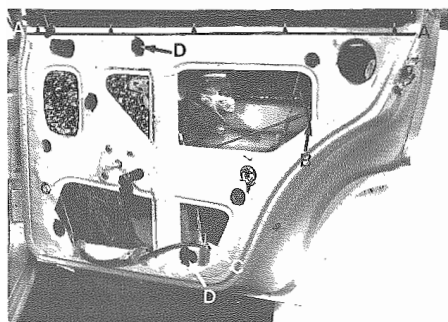
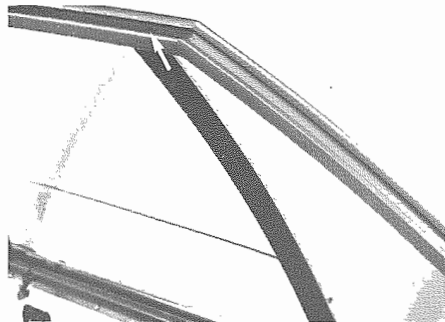

Fig. 9 - A - Viti fissaggio raschia acqua cristalli
Fig. 10 - Vite fissaggio superiore guida vetro
- Smontare il profilato di tenuta raschia acqua interno (Fig. 9); estrarre il profilato.
- Smontare il guida vetro posteriore: sollevare il profilato di tenuta in gomma ed allentare la vite di fissaggio superiore (Fig. 10) e quella inferiore (Fig. 9).
- Disassemble inner door water scraper (Fig. 9); slip it out.
- Disassemble rear glass guide: lift rubber weatherstrip and loosen upper (Fig. 10) and lower fixing screws (Fig. 9).
- Registrare la vite di fondo corsa inferiore (**Fig. 9**).
- Adjust travel end lower screw (**Fig. 9**).
- Abbassare la leva di azionamento e smontare la guida slitta (**Fig. 9**).
- Lower control lever and disassemble slide guide (**Fig. 9**).